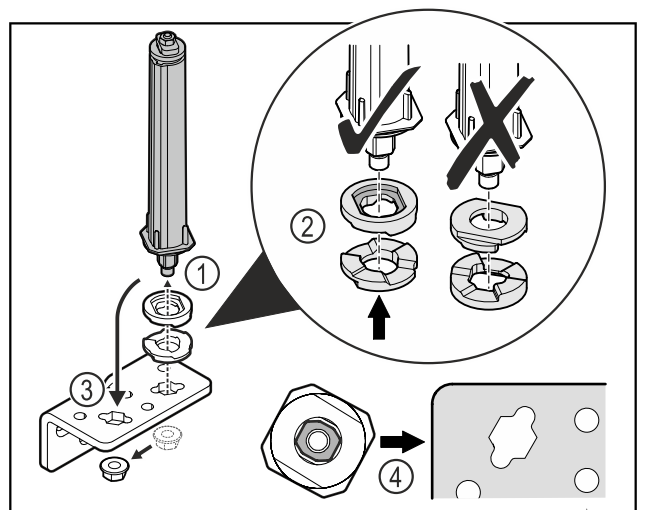

Fig. 31
- Lossa muttern och ta bort dörrlåssystemet Fig. 31 (1).
- Se till att höjdjusteringsbrickorna är korrekt inriktade Fig. 31 (2).
- Flytta dörrlåssystemet i gångjärnsfästet och fixera med muttern Fig. 31 (3).
- Se till att dörrlåssystemet är korrekt inriktat vid insättning Fig. 31 (4).